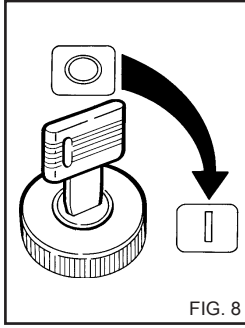

FIG. 8
1) Вставьте пусковой ключ и поверните его по часовой стрелке в положение "I", рис. 8, при этом загорятся световые индикаторы на капоте (поз. 6, рис. 6-7), указывая, что транспортное средство включено, и подождите 2-3 секунды. Включите аварийный выключатель, повернув ручку в положение "I" (рис. 6-7, поз. 7 - 11).
Поверните ключ 3 в положение 0 (все световые индикаторы должны быть выключены); поверните аварийный выключатель в положение "0" (рис. 8).